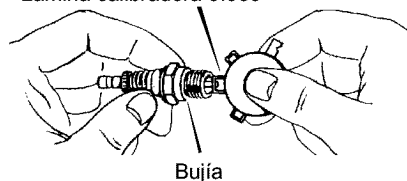

Figura 13
2. Revise el entrehierro de la **bujía** usando una **lámina calibradora** y ajustando el entrehierro a 0,30" si es necesario. Vea la Figura 13.